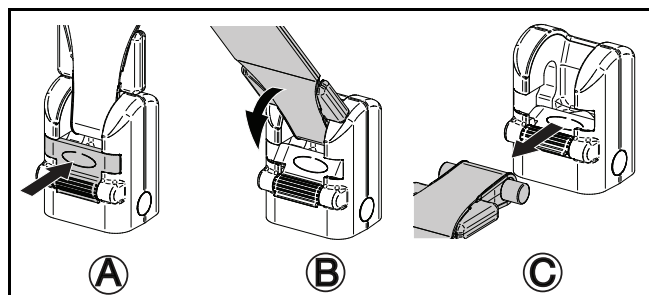

図 4
- 2) ストラップを固定しているラッチを内側に押し込んで開きます（図 4 A 参照）。
- 3) ストラップをラッチの方向に回します（図 4 B 参照）。
- 4) ストラップを取付具から引き抜きます（図 4 C 参照）。